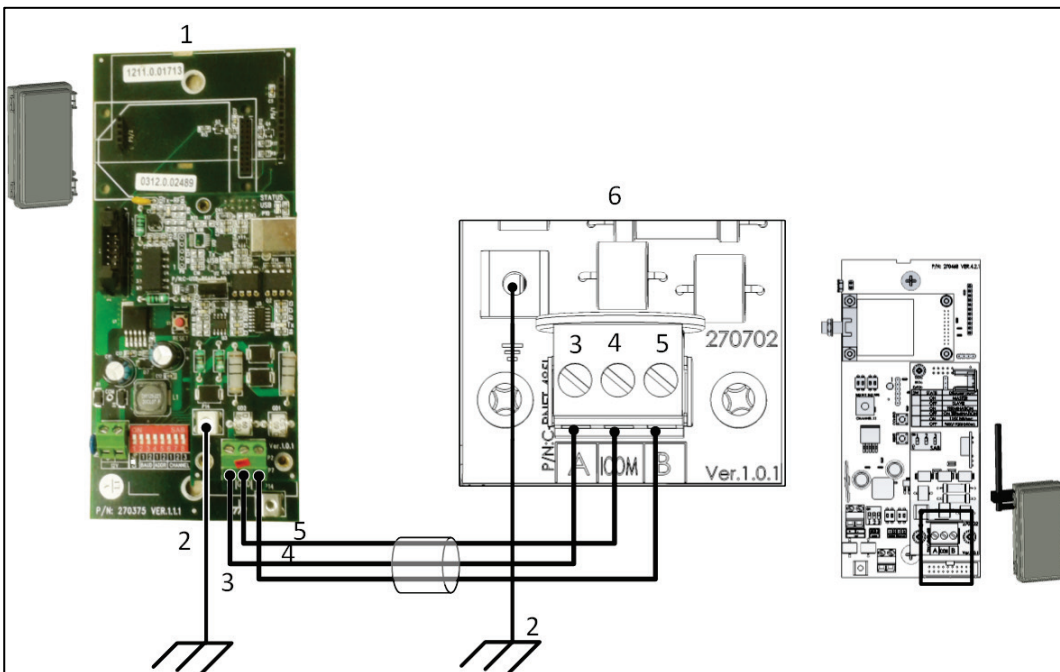

Figura 24: Cableado un USB RS-485 al RLINK One
- Figura 24: Cableado un MUX-485 al RLINK One
Figura 24 clave